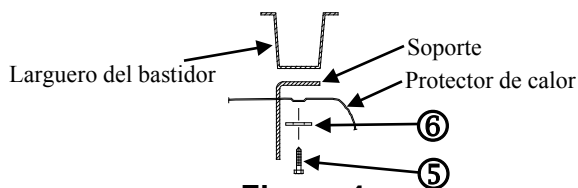

Figura 4
- Vuelva a instalar el protector de calor usando los tornillos existentes excepto sobre el soporte del enganche use un perno hexagonal M6 nuevo y la arandela plana suministrada con el enganche (ver Figura 4).
10. Vuelva a instalar el protector de calor usando los tornillos existentes, excepto sobre el soporte del enganche use el perno hexagonal M6 nuevo y la arandela plana suministrada con el enganche (ver Figura 4).